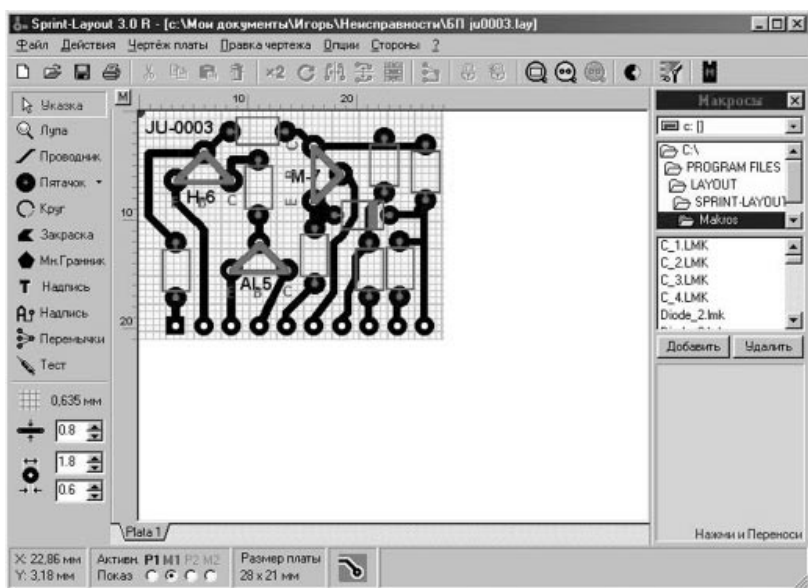
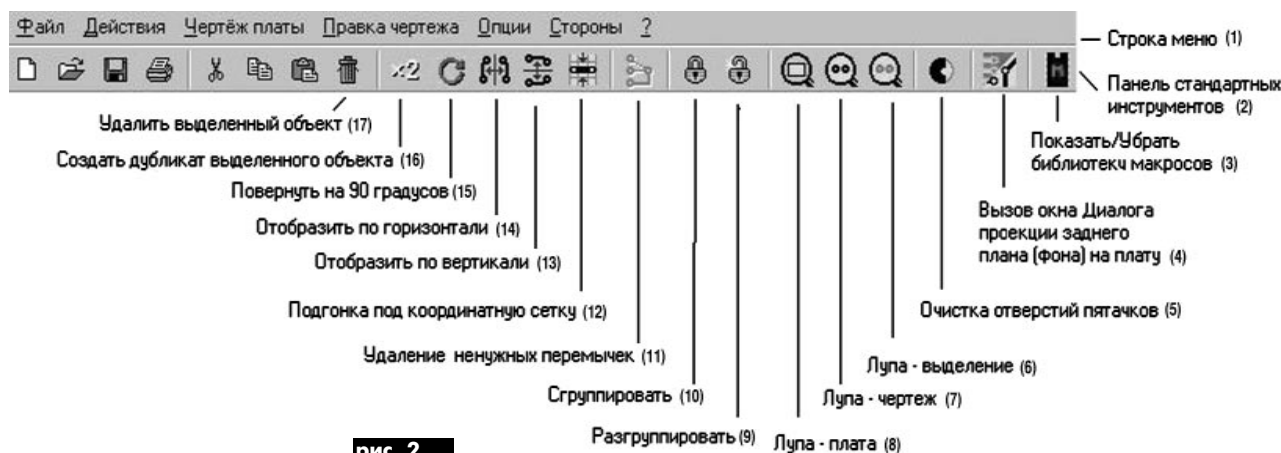
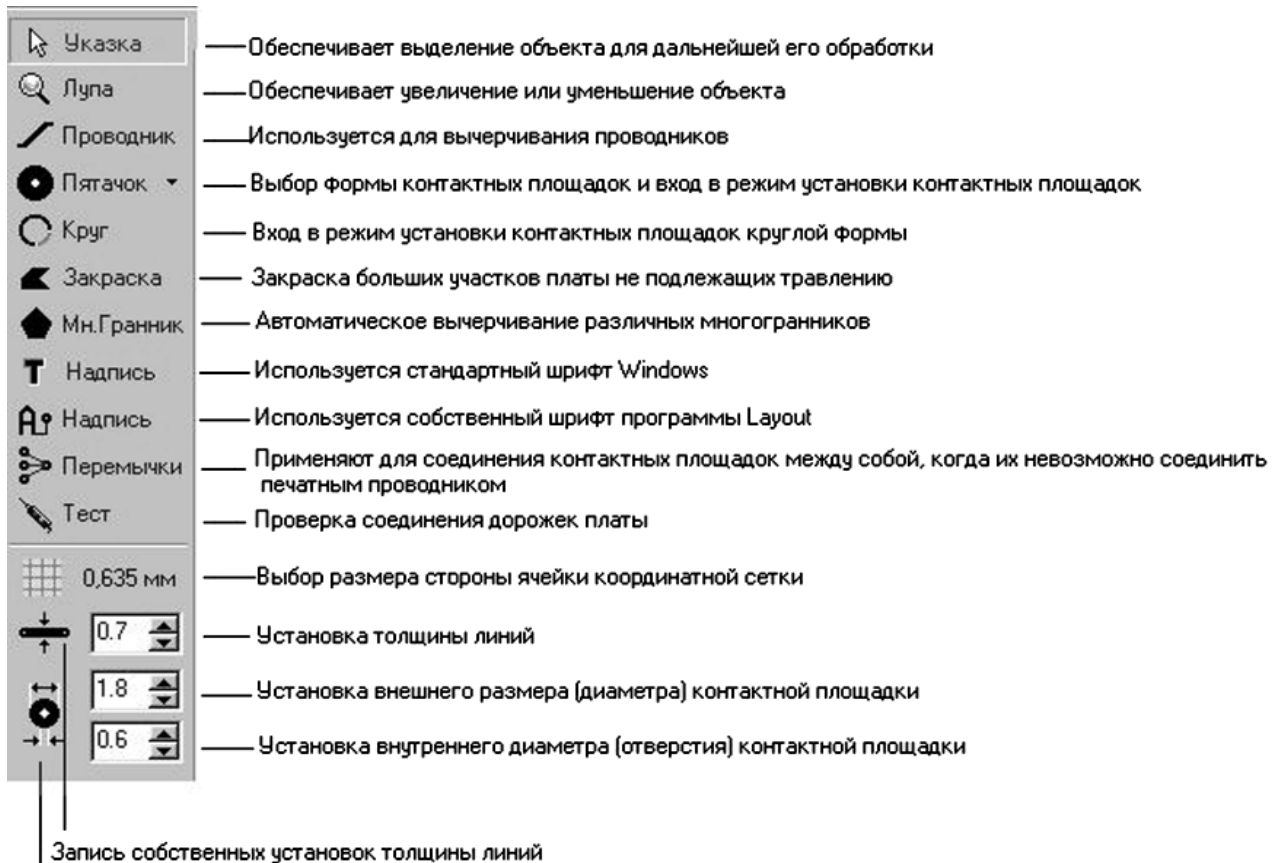

рис. 1
рис. 2
рис. 3
Окно программы Sprint-Layout 3.0R с загруженным файлом печатной платы показано на **рис.1**. На **рис.2** изображены **Строка меню** (1) и **Панель стандартных инструментов** (2). Рабочее поле окна программы имеет вид сетки на желтом фоне с квадратными ячейками со стороной 2,54 мм (0,1 дюйма) по умолчанию (на **рис.1** со стороны 0,635 мм). Размер стороны ячеек можно изменять ступенчато в два раза в сторону увеличения и в 16 раз в сторону уменьшения (в пределах 0,15875...5,08 мм). Сверху и слева на границе рабочего поля расположены горизонтальная и вертикальная линейки, шкалы которых могут быть метрическими (одно деление - 1 мм) или дюймовыми (одно деление - 0,1 дюйма). Переключение системы измерения шкал осуществляется кнопкой-индикатором над левым углом рабочего поля, которая в программе называется "Метрическая система" (на **рис.2** - поз.3). Буква **M** на этой кноп-
Назначение первых семи значков **Панели стандартных инструментов** понятны каждому пользователю Windows. Непосредственно для разводки плат используется **Набор специальных инструментов**, который расположен в левой части окна программы (рис.1). Назначение инструментов (кнопок) этого набора показано на **рис.3**. Самую нижнюю строку окна программы Sprint-Layout 3.0R (рис.1) в графических редакторах обычно называют **Информационной строкой**. Ее состав изображен на **рис.4**. Над этой строкой можно увидеть закладку чертежа печатной платы "Plata 1". Если проект содержит несколько печатных плат, то чертежей, а значит, и закладок может быть несколько.